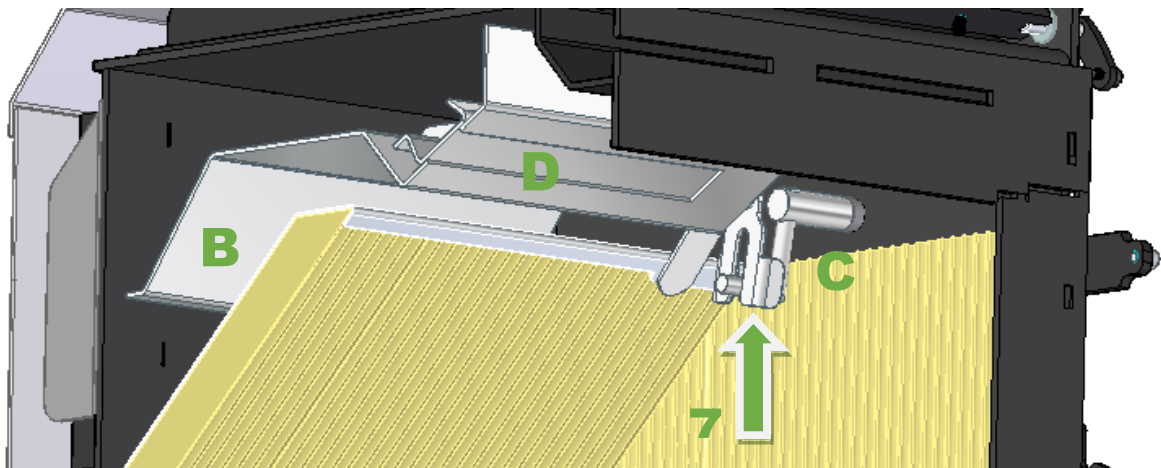

Figure 36 – Montage du système de circuit de fumée
3. Pour réinstaller le circuit de fumée, répétez toutes les procédures dans l'ordre inverse. Notez que l'arbre de l'amortisseur (C) est placé dans la rainure du canal de fumée (B). Pour vérifier que le circuit de fumée est correctement installé, tirez sur le clapet et vérifiez que le clapet (D) bouge, Figure 36.